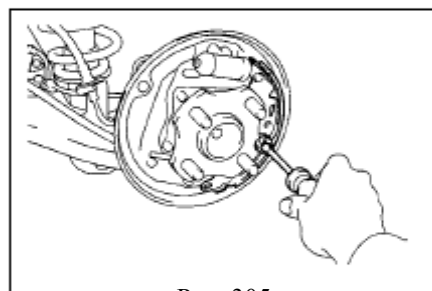

Рис. 305
(2) Установите с помощью специального инструмента тормозную колодку, штифт, пружину в сборе и защитный колпачок пружины.(рис. 305)